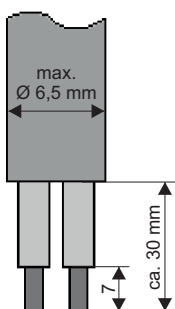

Bild 2 / illustration 2 / figure 2 / foto 2 / figura 2
5. Connectez le variateur avec les brins comme indiqué sur la figure 2 ou 3